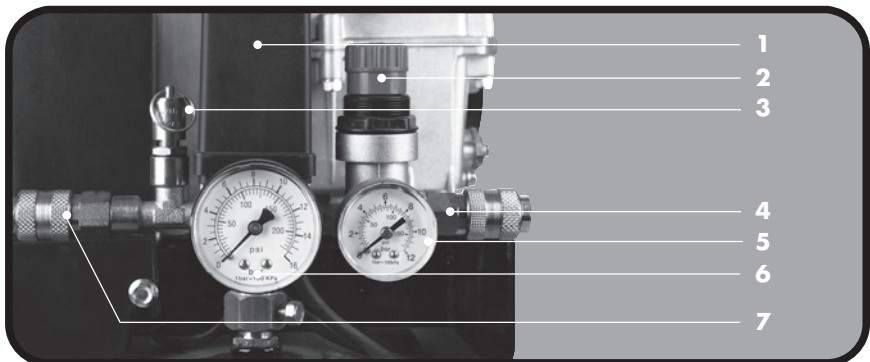

Abb. 5: Druckluftarmatur
1. Schließen Sie dann den Druckluftschlauch an. Hierfür stehen Ihnen zwei Schnellkupplungen zur Verfügung (siehe Abb. 5):
ten Druck (siehe Abb. 5, Nr. 7). Dieser Anschluss empfiehlt sich für Druckluft-Werkzeu-
kupplung (siehe Abb. 5, Nr. 4) steht die Luft druckgemindert an. Hier schließen Sie
Drehen Sie das Einstellrad des Druckminderers (siehe Abb. 5, Nr. 2) im Uhrzeigersinn in Richtung +.
Drehen Sie das Einstellrad des Druckminderers (siehe Abb. 5, Nr. 2) entgegen dem Uhrzeigersinn in Richtung –.